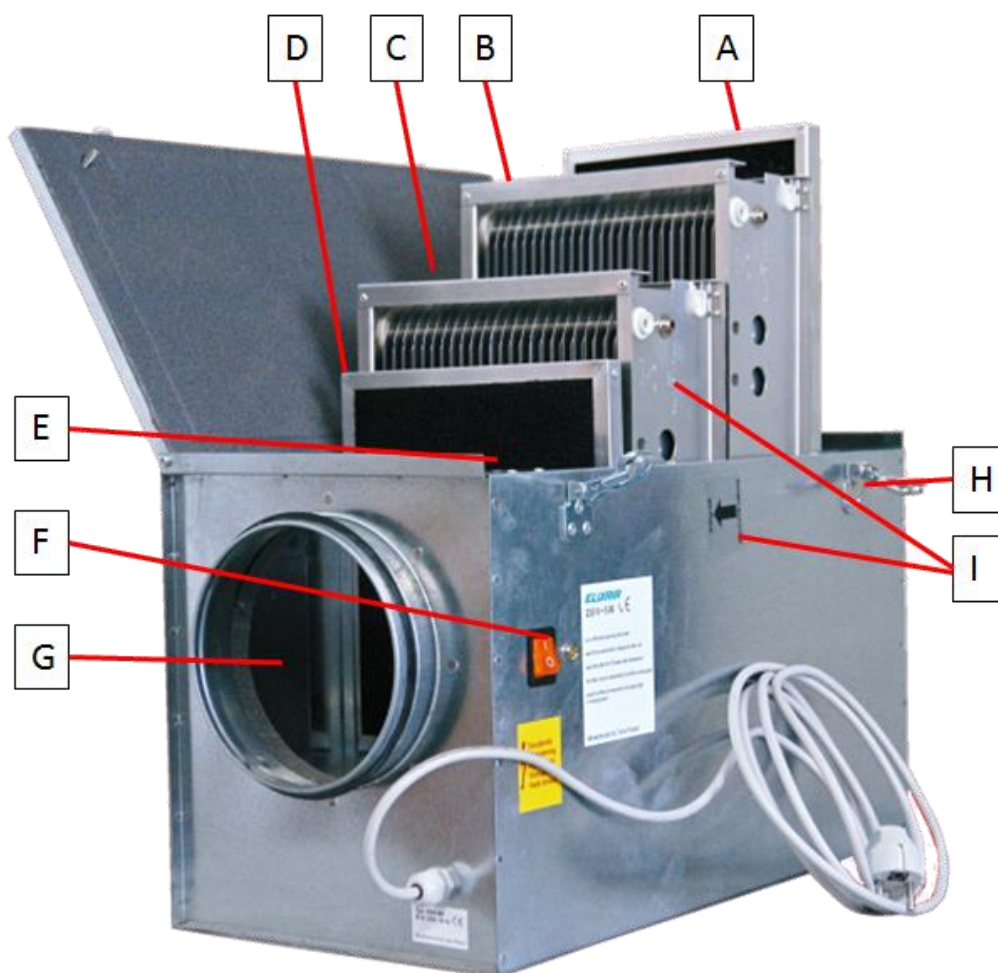

Рис. 3
Состав канального фильтра Elixair (Рис. 3)
2. Установите ячейки коллектора в фильтр так, чтобы стрелка на боковой стороне ячейки, указывающая направление движения воздуха, была параллельна стрелке воздушного потока на корпусе фильтра. Контактные пластины ячейки должны совпасть с соответствующим гнездом в днище фильтра (Рис. 3, п. Н).